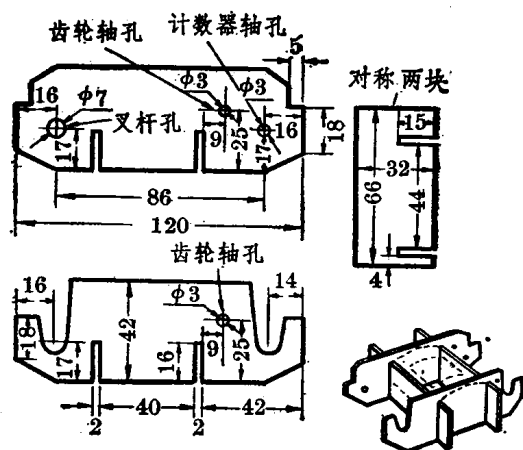
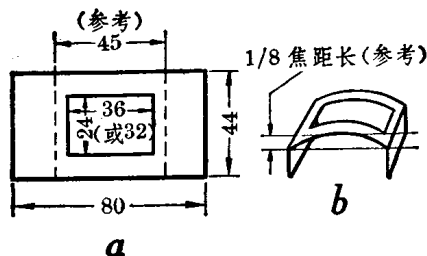

图 1-47 井字内架
图 1-48 底片框
2. 内架和底片框 内架可以用旧日记本的硬封面纸板来做。照图1-47 裁剪,然后切口对着切口,装成井字内架。要注意装停片齿轮组件用的一对 $\phi 3$ 齿轮轴孔位置要能保证齿轮组件和胶卷走向垂直,这样才能使胶卷顺利转动和停止。
底片框用铁片做,如图1-48。做好后,装在井字内架中间,如图1-47 立体示图。